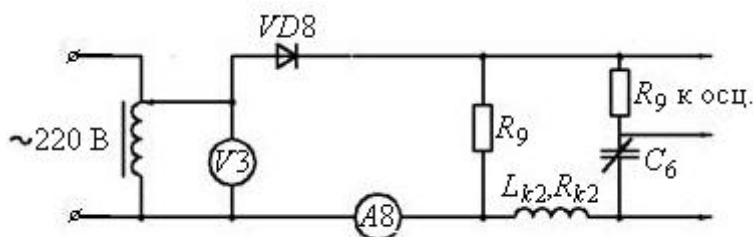

Рисунок 9.1 – Схема для исследования влияния параметров на форму кривой тока
9.1.7 Определить значения ёмкости $C_{1рез}$ и $C_{2рез}$, необходимой для возникновения резонансного режима в схеме (рисунок 9.1) на первой и второй гармонике соответственно. При этом использовать значения параметров, приведенные в таблице 9.1, и условия возникновения резонанса напряжений на первой и второй гармониках соответственно: $\omega L_{k2} = \frac{1}{\omega C_{1рез}}$ и $2\omega L_{k2} = \frac{1}{2\omega C_{2рез}}$.
9.3.6 Построить модель схемы (см. рисунок 9.1) в *Multisim*. Сравнить результаты моделирования и измерения электротехнических величин.